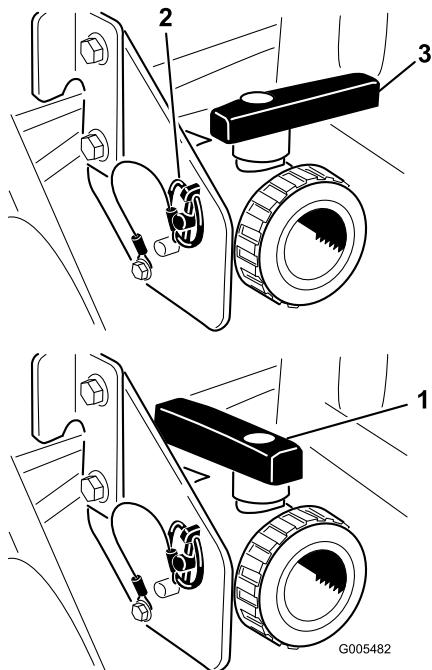

Figura 26
Abra a válvula para escoar do depósito qualquer material não usado e eliminá-lo de acordo com as normas locais e as instruções do fabricante (Figura 26). Depois de vazio, remova o pino de sujeição no suporte que segura a válvula de escoamento à maquina e deixa a válvula poisdada no chão. Isto permite que escoar qualquer material residual da linha.
3. Quando o depósito estiver escoado na totalidade, instale a válvula na estrutura com o pino de sujeição removido previamente e fecha a válvula de escoamento (Figura 26).